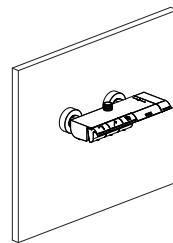

Figure 2
e) Connectez la barre de douche thermostatique sur les connecteurs courbes (Figure 2). Le côté gauche est réservé à l'eau chaude et le côté droit à l'eau froide.